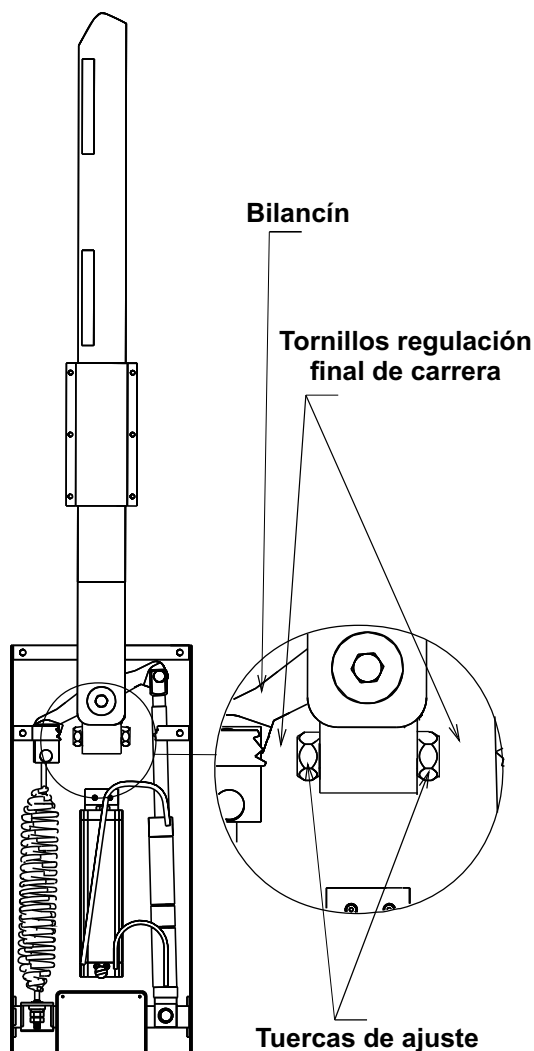

Fig. 10
- Desbloquear los tornillos del final de carrera destornillando las tuercas de ajuste apretadas sobre el portabalancín (Fig. 10).
- Destornillar o atornillar los tornillos de final para fijar el mástil en posición vertical en la abertura, y en posición perfectamente horizontal en el cierre (Fig. 10).